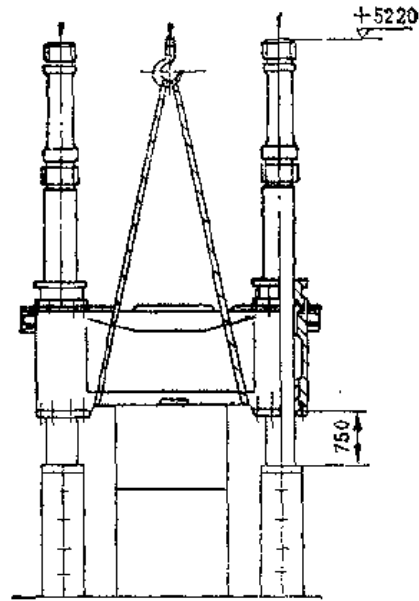
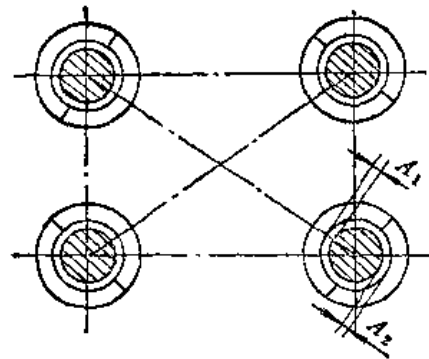

图13-2-26 动梁部分的吊装
图13-2-27 导套的剖面位置
5) 活动横梁的装配：如图 13-2-26 所示，清洁活动横梁，先用行车试吊找平，然后一次提升，略高于立柱后，平移至 4 立柱上方，使 4 立柱对准活动横梁的立柱孔，缓慢下降，使活动横梁安全顺利地套入立柱，并放于方箱上。然后装上部导套于横梁孔内，调整导套内孔和立柱之间隙，导套的剖面位置应符合图 13-2-27，内孔与立柱的间隙，